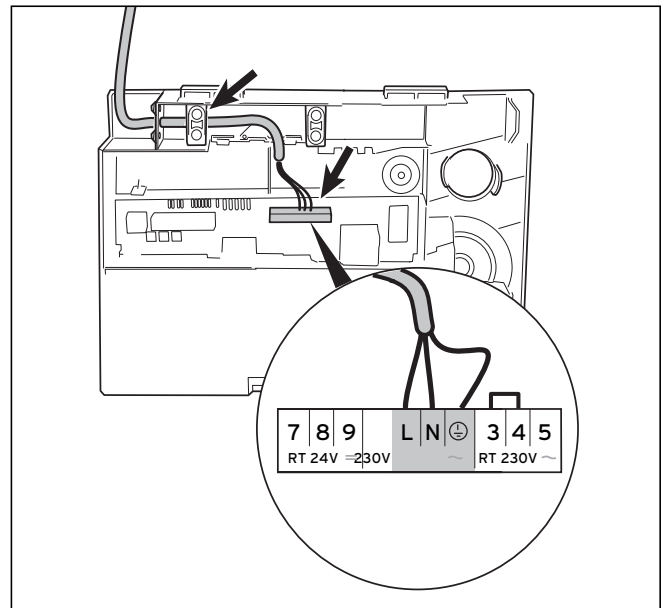

Рис. 4.11 Подключение сетевой проводки
- Проложите сетевой кабель до уровня подключения системы в распределительной коробке, как изображено на рис. 4.11.
- Подсоедините сетевой провод к предусмотренным для него клеммам (⊕, N и L системы ProE (см. рис. 4.11)).